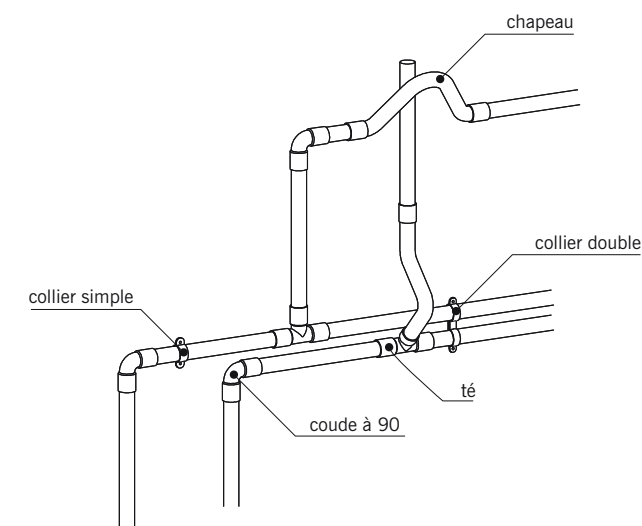

fig. 14.1
- En cuivre (fig. 14.1 et 14.2) ou en PVC. C (fig. 14.3).